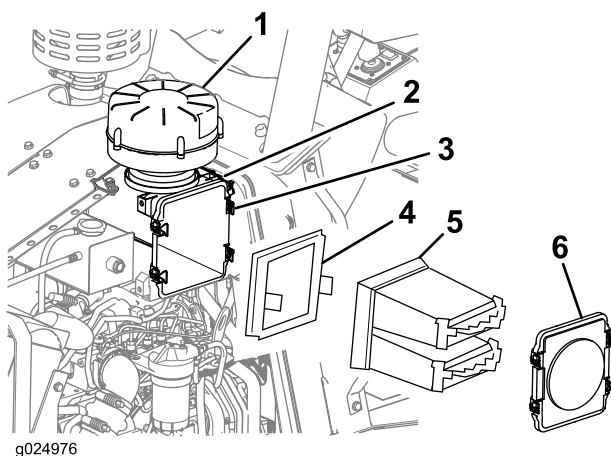

Figura 70
2. Sbloccate i 4 fermi che fissano il coperchio del filtro dell'aria e rimuovete il coperchio (Figura 70).
10. Fissate il coperchio del filtro dell'aria sul relativo alloggiamento con i 4 fermi (Figura 70).
3. Rimuovete gli elementi primari e secondari del filtro dell'aria dall'alloggiamento del filtro (Figura 70).
4. Utilizzate un panno umido pulito per pulire l'interno dell'alloggiamento del filtro (Figura 70).